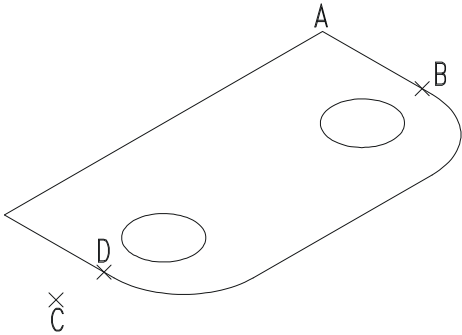
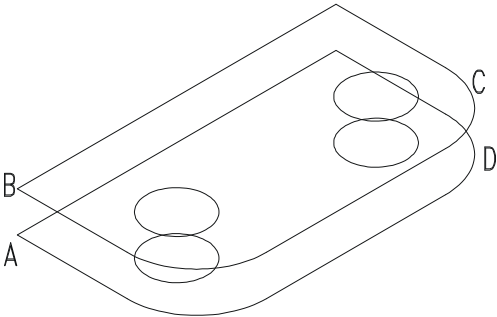
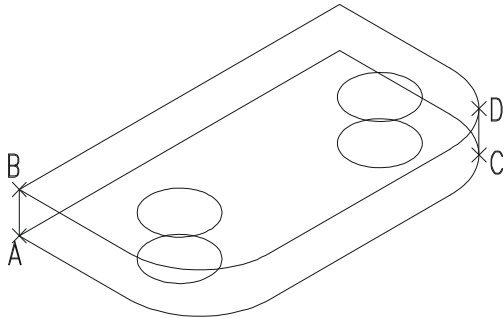

图 11-1-5
图 11-1-6
图 11-1-7
// 按回车结束,效果如图 11-1-5 所示
STEP 04 把如图 11-1-5 所示的图形重复一个并向上移动一定距离,效果如图 11-1-6 所示,然后用直线工具把它们连接起来,如图 11-1-7 所示,具体操作如下:
// 效果如图 11-1-6 所示
// 回车结束直线命令, 效果如图 11-1-7 所示